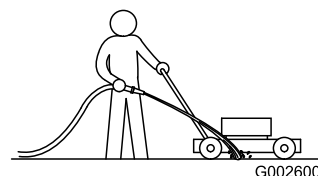

Figure 17
3. Mettez le moteur en marche et engagez la lame, puis dirigez un jet d'eau devant la roue arrière droite (Figure 17).